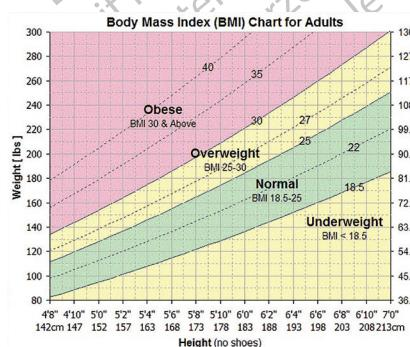

Figura 31. Grafico BMI
- Il numero **Patient ID** (ID paziente) viene visualizzato in alto a sinistra nella schermata. Se l'utente collegato è il medico che ha eseguito la procedura, vengono visualizzate tutte le informazioni sul paziente. Si noti che le informazioni sul paziente comprendono anche un BMI (IMC) calcolato in base al peso e all'altezza del paziente immessi. Premendo si visualizza il grafico BMI (fare riferimento alla Figura 31).